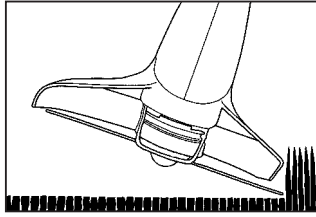

Fig. 4-2B
2. **CLOSER TRIMMING** (Fig. 4-2B) . Position trimmer straight ahead with a slight tilt so bottom of stringhead is above ground level and string contact occurs at proper cutting point. Always cut away from operator. Do not pull trimmer toward operator.
2. **POUR TONDRE DE PLUS PRÈS** (Fig. 4-2B) . Tenir le coupe-herbe droit devant soi et l'incliner légèrement de manière que le fil de coupe se trouve à l'angle voulu sans que le dessous de la tête de coupe ne touche le sol. Toujours tondre loin de soi, ne jamais amener le coupe-herbe à soi.
2. **CORTE MAS CERCANO** (Fig. 4-2B) . Posicione el cabezal un poco inclinado, siempre corte alejado de personas y del operador.